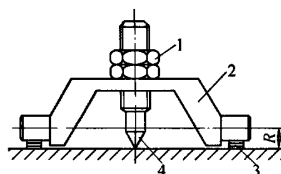

图 2
的尖角,提高砂轮的修整精度。金刚石笔的焊接结构如图2所示。金刚石笔基体前端是 60° 锥角,后端为 $M12 \times 1.25$ 的螺
(3) 金刚石笔的调整方法 如图 2 所示,用量块垫在调整支架两端定位圆柱的底面。调整圆柱到底面的距离就是刀具的圆弧半径 R 。量块的高度为 $H = R - r$ (r 为调整支架圆柱的半径)。调整时,金刚石笔的回转半径应比实际要求的半径略大 0.01 ~ 0.02mm (量块调整时 H 值加上 0.01 ~ 0.02mm)。调整时使金刚石笔尖与平板底面接触即可,具体是否接触可用手感觉金刚石笔尖与底面的摩擦力来控制。